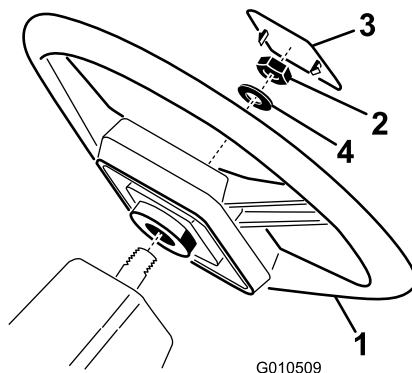

Рисунок 3
1. Снимите гайку с рулевого вала. Наденьте рулевое колесо и шайбу на рулевой вал (Рисунок 3).